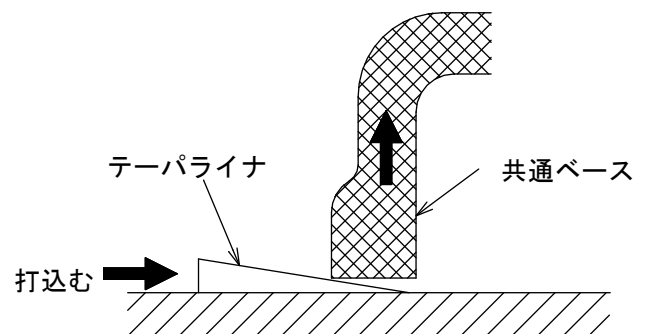

図10 芯出し調整
- (1) 軸受に潤滑油をオイルカップがいっぱいになるまで注油してください(図 10 参照)。潤滑油については **7** 保守の項をご参照ください。
- (2) 必ず、電源スイッチが切れていることをご確認ください。ポンプを手まわして軽く回転するかどうかご確認ください。動きが固かったりムラがあるときは、内部の錆付きやグランドパッキンの締め過ぎなどが原因ですので点検してください。
- (3) ポンプの呼び水を必ず行ってください。呼び水なしにポンプを運転することは故障の原因となります。呼び水はケーシング上部の空気抜き弁を開き、呼び水栓(呼び水じょうご)から行います。配管系にすでに水が満たされている場合で、ポンプの吐出し口まで満水にできる場合は吸込弁、吐出し弁を開いて呼び水してください。
- (4) 呼び水のときは、ポンプ軸を手まわしながら羽根車内の空気を完全に出してください。
- (5) グランド押えボルトのナットを締め込んでください。このとき軸継手を片手でまわせる程度とし、軸封から過大漏れを防止いたします。